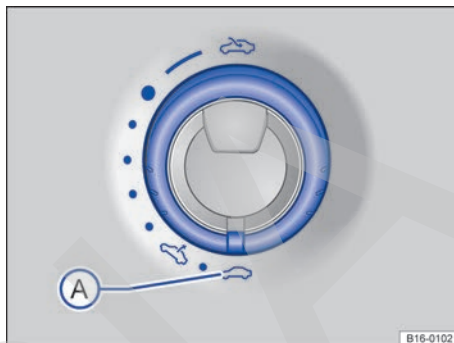

Fig. 65 En el revestimiento interior del techo: mando del techo de cristal.
- Gire el mando a la posición → fig. 65 A "cerrado".